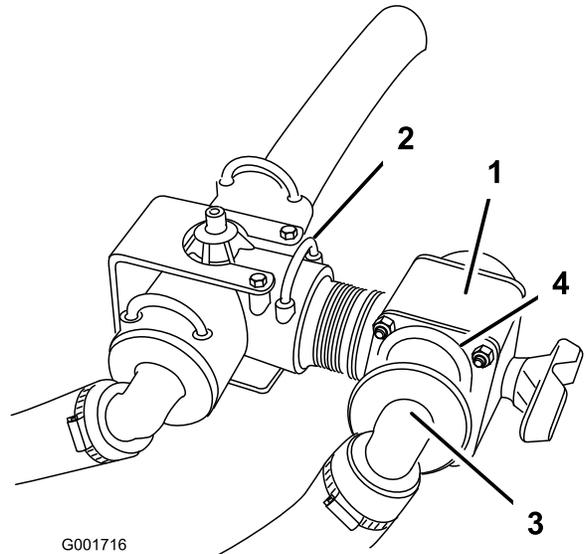

図 8
3. 新しい制御バルブを、送液 T 字フィッティングの空いているポートに取り付け、新しいリテーナ・フォークで固定する (図 8)。
4. ブーム送液ホースを制御バルブのポートに接続し、先ほど取り外したリテーナで固定する (図 8)。